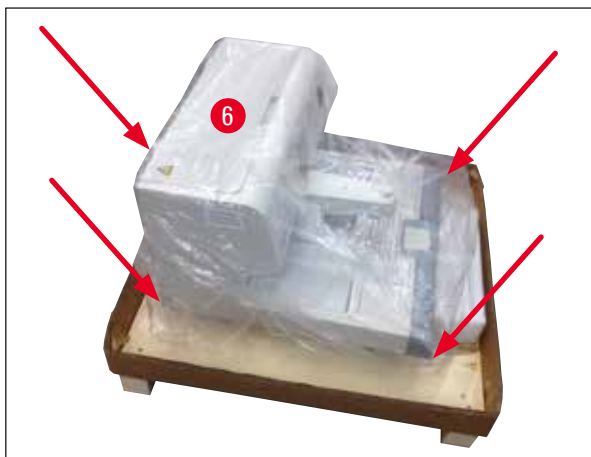

Fig. 5
5. Påse at instrumentet (→ Fig. 5-6) løftes fra pallen og bæres av to personer som holder huset i de fire nedre hjørnene (→ Fig. 5).